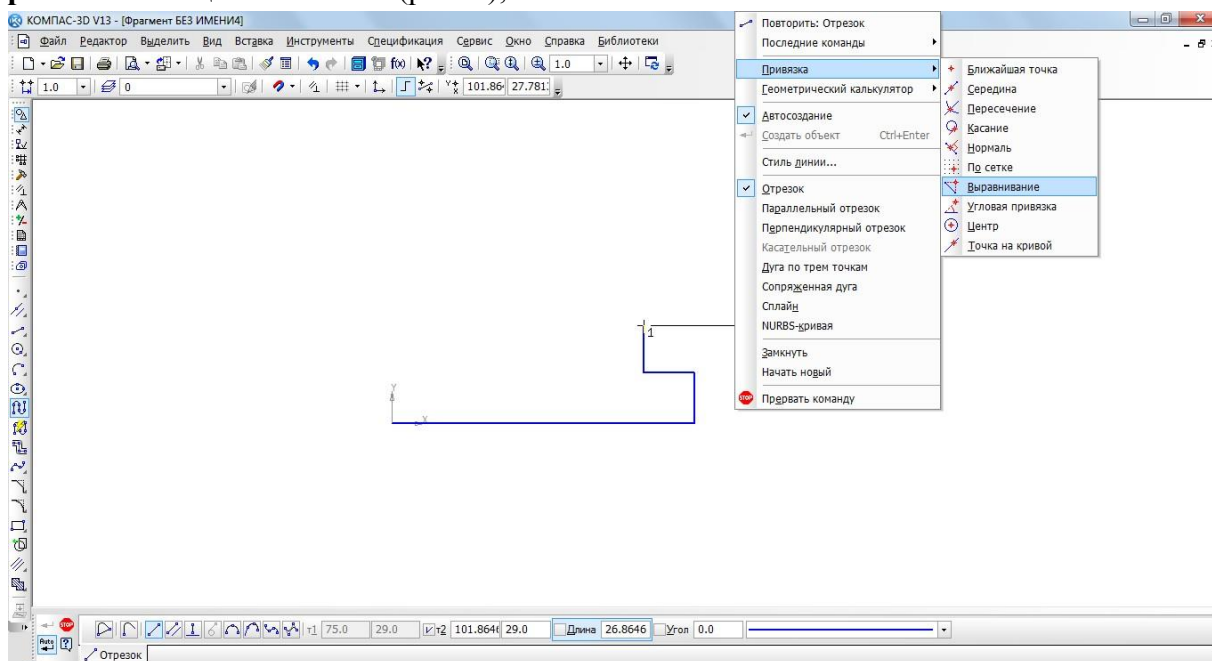

Рис. 4 Выбор локальной привязки **Выравнивание**
- для точного построения следующего отрезка щелкните **правой клавишей мыши** (ПКМ) в любой точке чертежа. В появившемся контекстном меню поставьте курсор на меню **Привязки**, щелчок мыши при этом выполнять не нужно. После этого содержимое меню автоматически раскроется. Выберите из списка привязку **Выравнивание** щелчком ЛКМ (рис. 4);